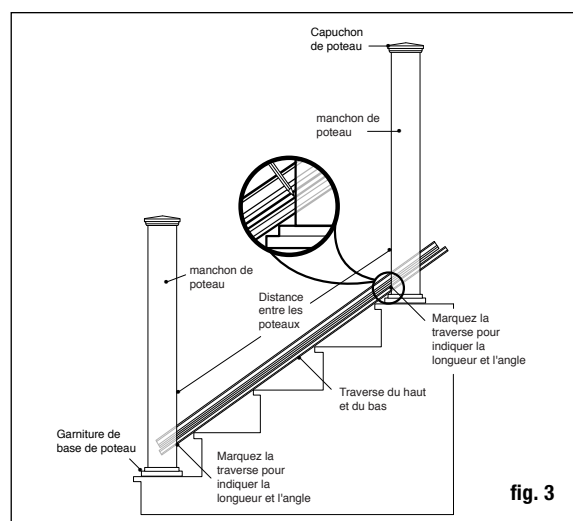

fig. 3
Étape 5 Mesurez la distance entre les poteaux installés pour déterminer la longueur des traverses du haut et du bas. Déposez la traverse inférieure sur les marches avec les trous pré-percés face vers le bas. La distance entre le poteau et le premier balustre devrait être de moins de 4 po et égale aux deux extrémités. Marquez l'angle et la longueur. Faites de même avec la traverse du haut. Retirez un autre 1/4 po aux deux extrémités (1/2 po en tout) pour ajuster le support entre la traverse et le poteau. Taillez les traverses du haut et du bas selon la longueur avec le même angle (figure 3).